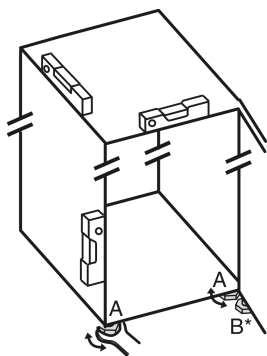

Fig. 5
- ▶ Svitare i piedini regolabili Fig. 5 (A) con la chiave a forchetta contenuta nella fornitura e con l'aiuto di una bilancia idrostatica, finché l'apparecchio non si trova in posizione stabile e piana.
- ▶ Con la chiave a forchetta in dotazione, svitare il piedino regolabile Fig. 5 (B) sul cuscinetto di supporto inferiore, fino a farlo appoggiare sul pavimento.
- ▶ Ruotare ulteriormente il piedino regolabile Fig. 5 (B) di 90°.